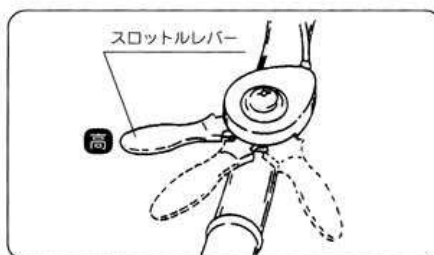

図15
- ① スロットルレバーをゆっくり「高速」位置にします。(図15)